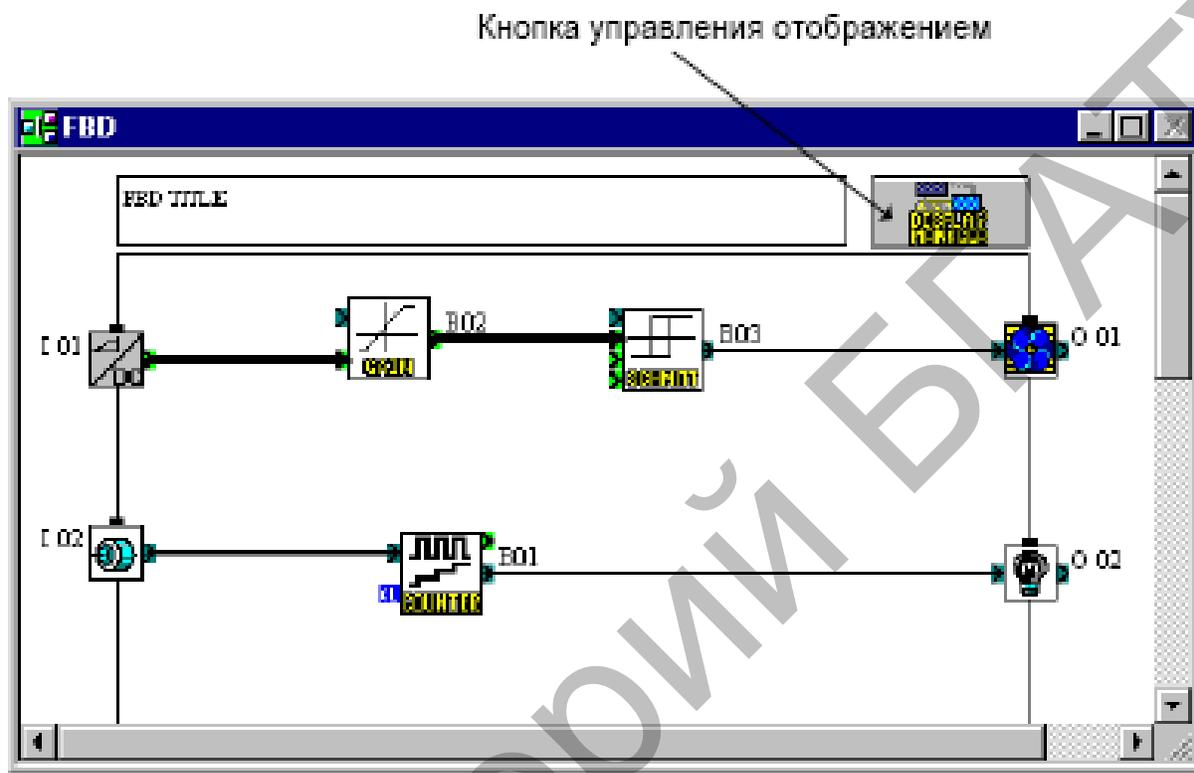

Рисунок 6.16 – Окно функциональных блок-схем
1) Дважды щелкните на кнопке “Display Manager” в окне функциональных блок-схем (рисунок 6.16).